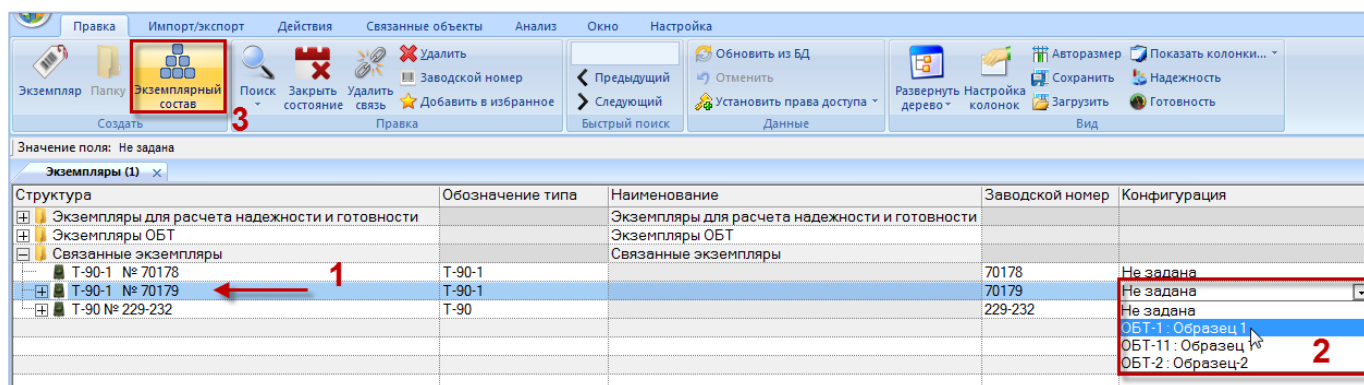

Рис. 20-10 – Выбрать экземпляр ФИ
- 1) В рабочем окне «Экземпляры» выбрать экземпляр ФИ (1 на рис. 20-10).
2) При необходимости указать конфигурацию, если она не была выбрана ранее (2 на рис. 20-10). После создания экземплярного состава конфигурацию экземпляра ФИ изменить нельзя.
3) Нажать кнопку «Экземплярный состав» панели «Создать» (3 на рис. 20-10). В результате для данного экземпляра ФИ будет создан первый уровень древовидной структуры. При этом пока *не учитываются*: